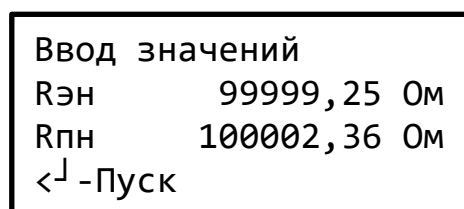

Рисунок 8 – Режим ожидания
2.4.3 Через несколько секунд на индикаторе должен появиться экран режима ожидания (рисунок 8).
2.8.6 Нажатие клавиши «Ввод» ( $\leftarrow$ ) применяет введённое значение. Введённое значение запоминается в энергонезависимой памяти. После нажатия пользователь попадает в экран режима ожидания (рисунок 8).
2.8.7 Нажатие клавиши «esc» (↵) отменяет введённое значение. После нажатия пользователь попадает в экран режима ожидания (рисунок 8).